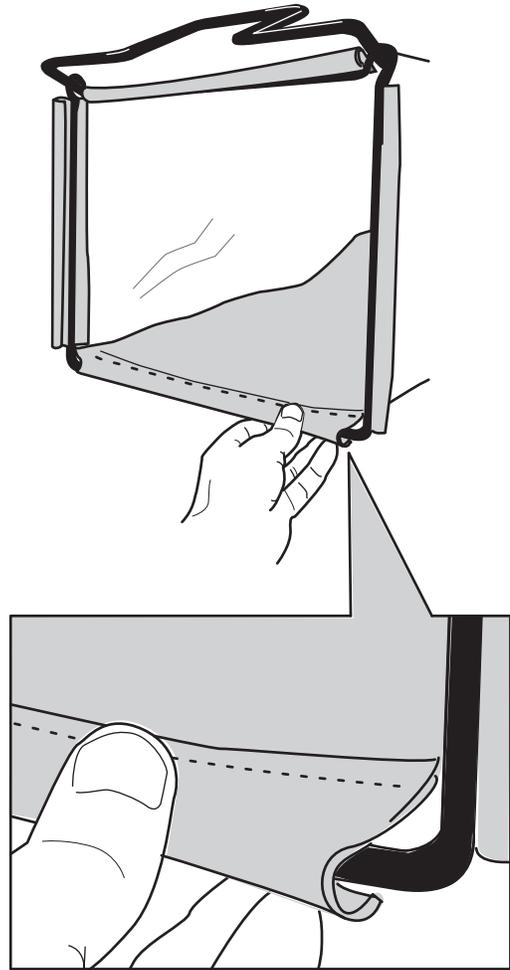

Bild 13
2. Haken Sie den unteren Kanal des Grasfangkorbs an der Unterseite des Rahmens ein (Bild 13).
3. Haken Sie die oberen und seitlichen Kanäle des Grasfangkorbs an der Oberseite und der Seite des Rahmens ein (Bild 13).